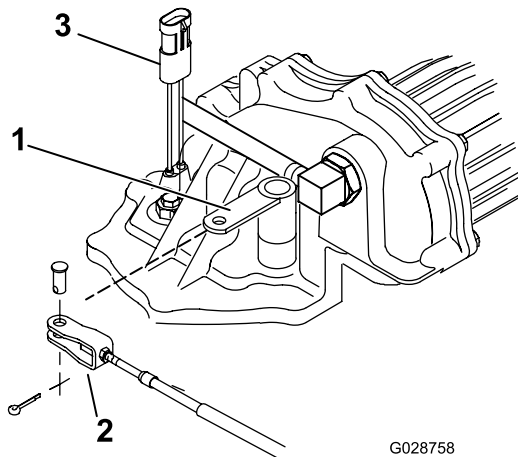

図 20
4. センターコンソールのPTOレバーを一番後ろコンソール後方に動かす、トランスアクスルのPTOレバーアーム 図 20 を右側助手席側に動かす。
ケーブルクレビス、ジャムナット、またはクレビスとナットの両方 (ケーブルをブラケットに固定している) を調整する (図 20)。